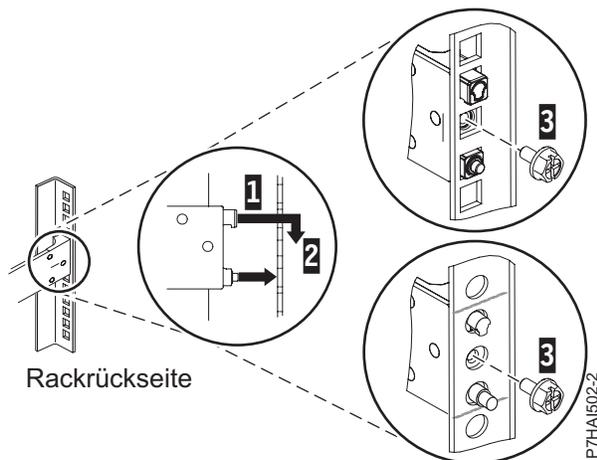

Abbildung 5. Stifte an den Bohrungen an der Rückseite des Racks ausrichten
**Anmerkung:** Die Stifthaltevorrichtungen der Schienen unterstützen Rackmodelle mit runden oder mit rechteckigen Bohrungen (siehe Abb. 5).